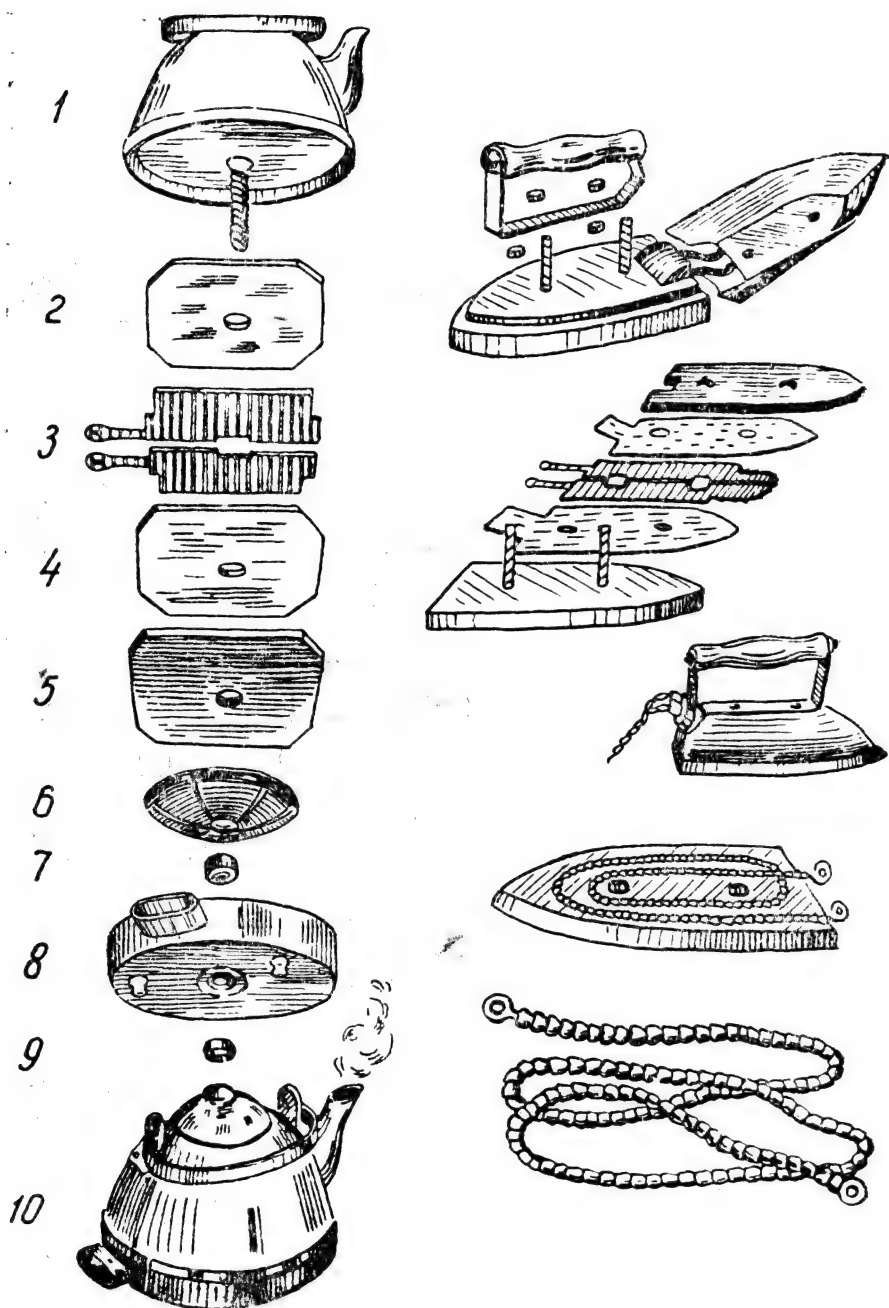

Рис. 7. Устройство электрочайника и электроутюга.
1. Внимательно осмотреть электронагревательный прибор и обнаружить повреждение (рис. 7).